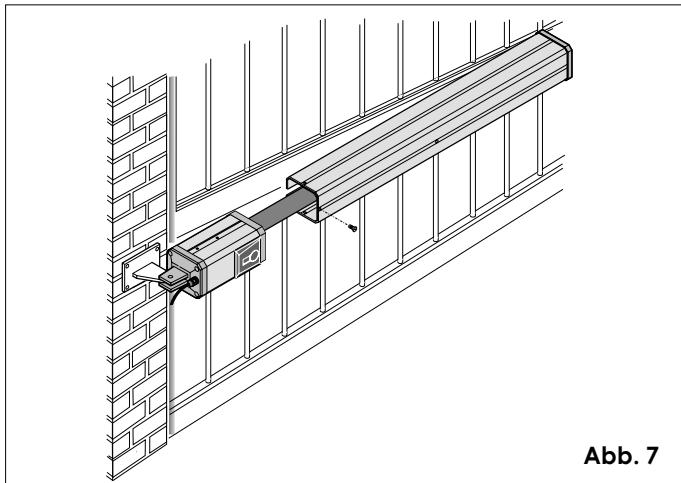

Abb. 7
- (1) Sämtliche Fixierbolzen der Anschlüsse einfetten
- (2) Ist eine Verschweißung unmöglich, können die Fixierplatten von vorderem und hinterem Anschluß angeschraubt werden.
- 12) Die grüne Hülle montieren und fixieren mit den geeigneten Schrauben (Abb. 7)